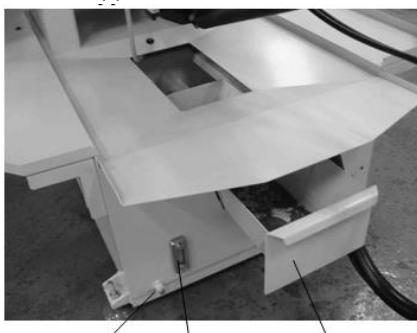
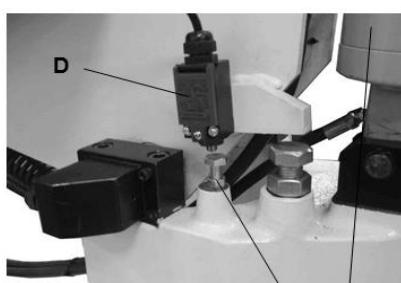

Рис.20
Рис.21
Бак для СОЖ имеет сливное отверстие (Рис. 20, А) и указатель уровня жидкости (Рис. 20, В). Учтите, что уровень жидкости не должен превышать максимальной отметки. Превышение уровня создает опасность выливания ее из бака на пол. Станок имеет выдвижной контейнер (Рис. 20, С) для сбора стружки. В нормальном режиме работы задвигайте контейнер, чтобы избежать попадания стружки в бак для СОЖ.
Автоматический концевой выключатель предназначен для остановки двигателя после завершения распила. Концевой выключатель (Рис. 20, D) управляет посредством рычага (Рис. 21), который касается верхней части гидроцилиндра (Рис. 21, E), останавливая двигатель и насос подачи СОЖ.
Если двигатель останавливается до завершения распила или продолжает работать после того, как распил завершен, то положение концевого выключателя (Рис. 21, D) можно отрегулировать путем ослабления винтов (Рис. 21, F), установив его выше или ниже
5. Открутите гайку масляного сапуна (Рис. 21, В).